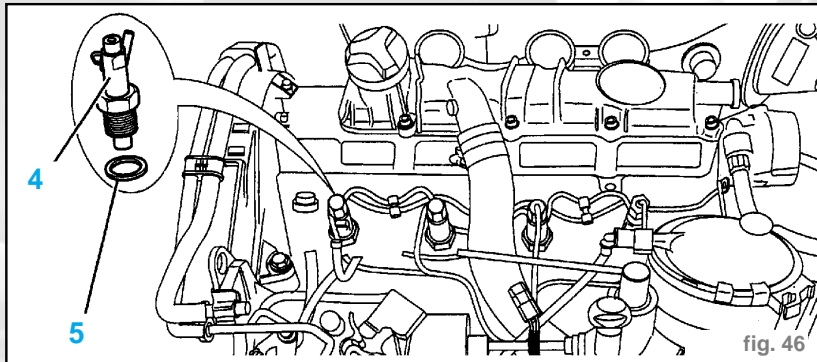
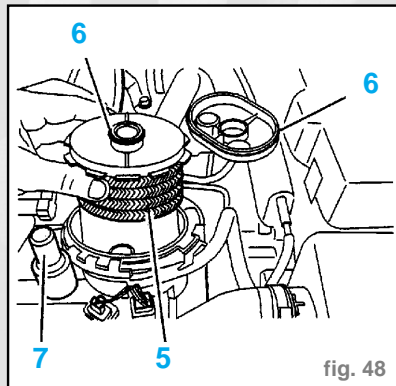

fig. 46
fig. 48
- les porte-injecteurs (4) en utilisant la douille [1] (-).0149 (fig. 46)
- les rondelles d'étanchéité (5)
- l'encliquetable (2)
- le collier (3)
- Écarter le couvercle (4).
- Déposer le filtre à gazole (5) (fig. 48).